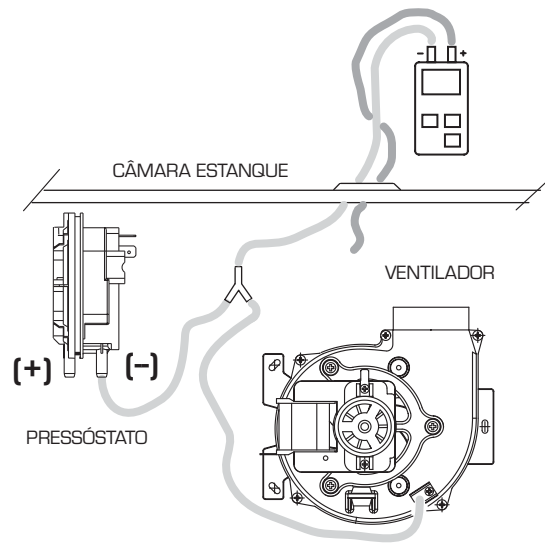

Fig. 16
3.8 PRESSÓSTATO DE FUMOS (fig. 16)
O valor do sinal a pressóstato é medido com um manómetro diferença ligado como indicado na fig. 16.